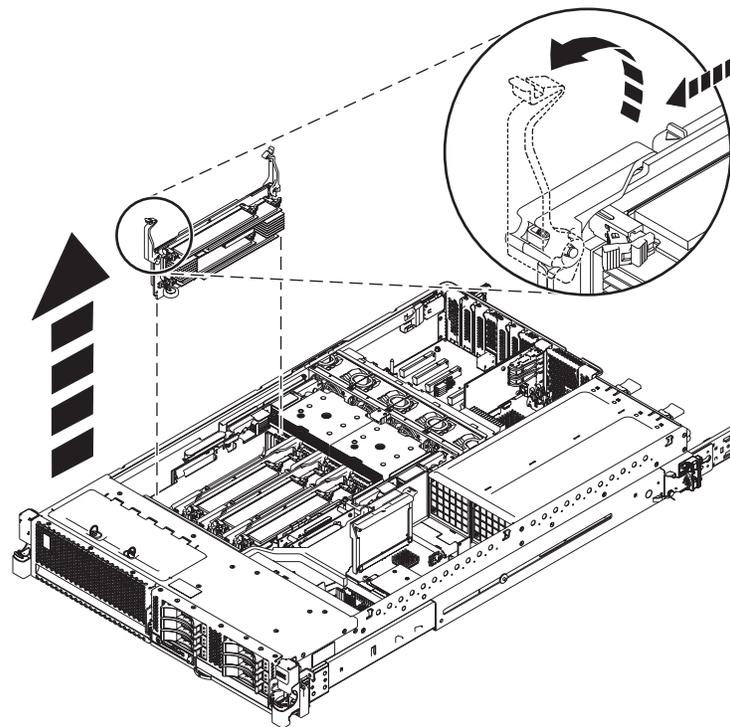

Abbildung 4. Speichermoduleadapterkarte ausbauen
9. Wenn Sie die Speicherkapazität einer vorhandenen Speicherriserkarte erweitern, bauen Sie die Speicherriserkarte aus dem System aus, indem Sie die Verriegelungszungen in die geöffnete Position ziehen und die Speicherriserkarte aus dem System herausziehen. Siehe Abb. 4.